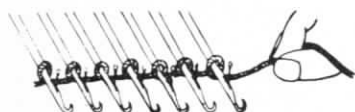

Fig. 39
- h) Enrollar la lana sobre las restantes agujas en sentido contrario a la manecillas de un reloj de forma a que cada lazada quede situada detrás de la lengüeta abierta (Fig. 39);